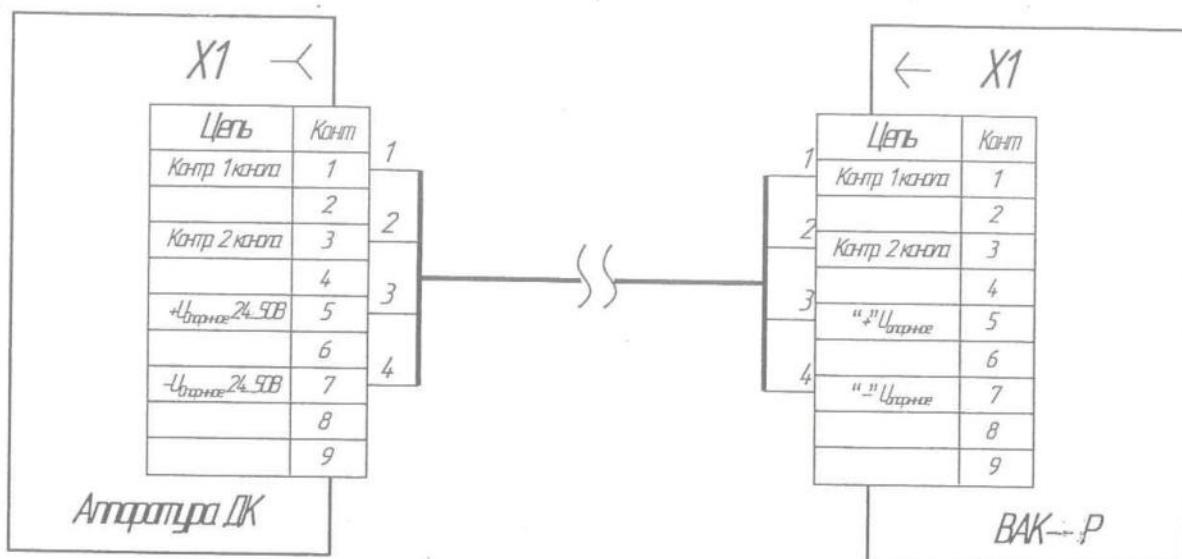

Рис.3
2.3.10 При наличии на объекте эксплуатации устройств ДК, ВАК-Р подключают к системе контроля согласно схеме привязки ВАК-Р к действующим устройствам ДК (см. рисунок 3).